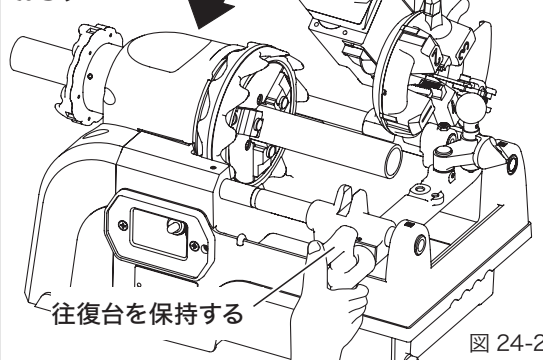

図 24-2
- ③パイプが回転をはじめたらカッターのスイッチを ON にして、カッターを少しずつパイプにのせてください。切れ目が入り安定するまで往復台は保持しておきます。(図 24-2)